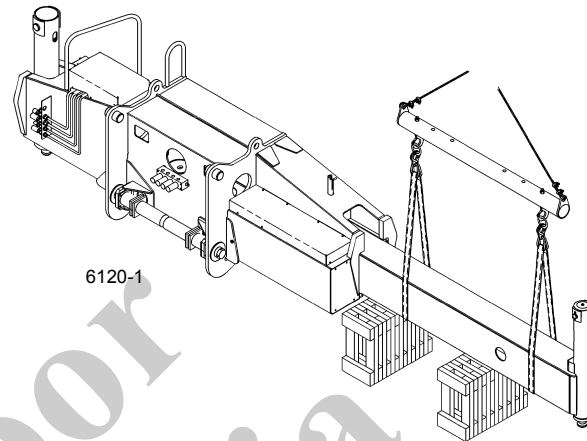

FIGURA 8-21
NOTA: Utilice correas o tiras para fines de levante de modo que se evite mellar o rasguñar los bordes inferiores de la viga del estabilizador (Figura 8-21).
9. Después de fijar un dispositivo de levante adecuado con tiras o correas (Figura 8-21) en lugar de cadenas para evitar melladuras en los bordes inferiores de la viga de estabilizador, saque la viga de la caja, reajustando el equipo de levante para evitar que el cilindro de extensión se salga de la viga cuando ésta queda libre de la caja del estabilizador.